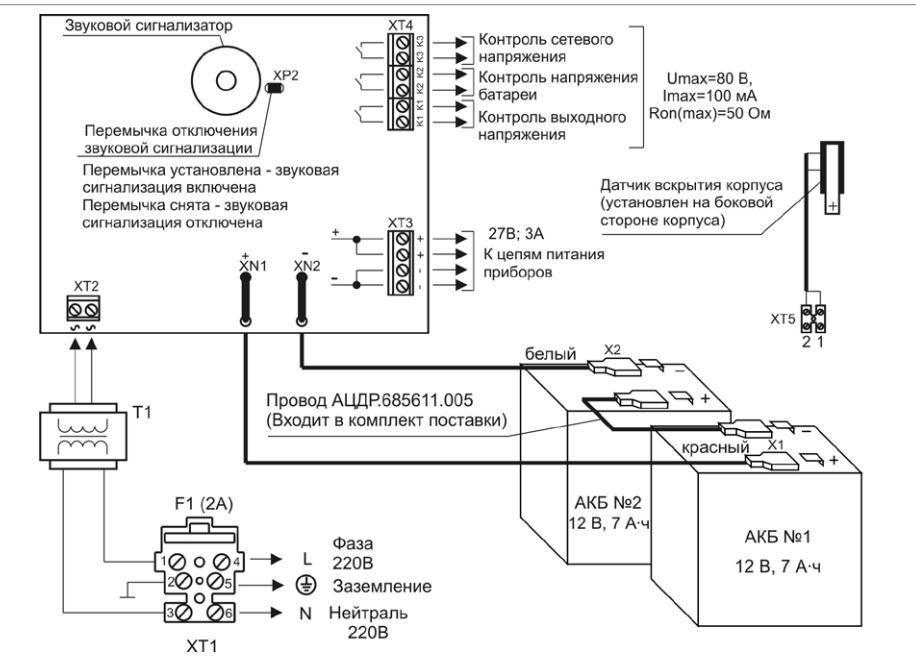

Рисунок 9. Схема подключения РИП-24 исп.11 (РИП-24-3/7М4-Р)
1.6. Схемы подключения РИП-24 исп.11 (РИП-24-3/7М4-Р) и РИП-24 исп.12 (РИП-24-1/7М4-Р) приведены на рис. 9 и 10 соответственно.
- 1.14. Проверьте правильность произведённого монтажа в соответствии со схемой подключения (рис. 9, 10).
- 2.10. Отключите обе АКБ от платы РИП, отсоединив контакты X1, X2 от клемм АКБ (см. рис. 9 и 10).